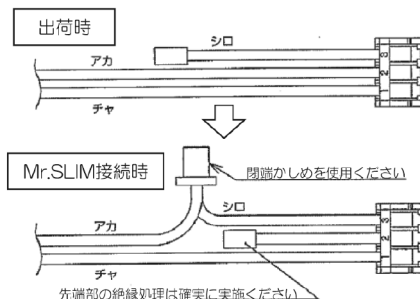

図2
- ・CN3S接続の付属3極コネクタは、図2を参考にして、つなぎ換えを行ってください。